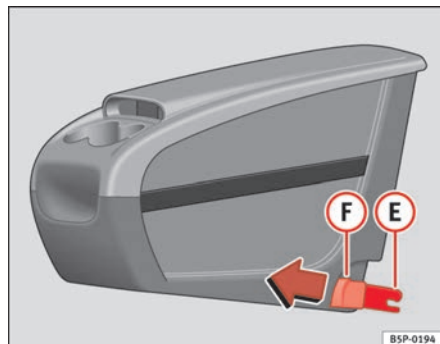
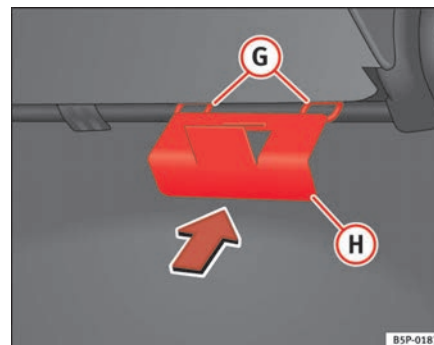

Abb. 112 Zusätzliche Ablage. Anbringen
Abb. 113 Halteplatte der zusätzlichen Ablage
- Die Halteplatte (H) ⇒ Abb. 113 der zusätzlichen Ablage vom Fahrzeuginnern aus auf der Rückseite des Sitzes befestigen. Sie muss sich zwischen der Lehne und dem Sitzkissen im Bereich des mittleren Rücksitzes befinden.
- Die beiden Befestigungselemente **E** ⇒ Seite 144, Abb. 112 zu den beiden Befestigungsringen **G** ⇒ Seite 144, Abb. 113 ausrichten und die beiden Klammern vollständig in die Befestigungsringe eindrücken.
- An den Knöpfen ⇒ Seite 144, Abb. 112 **F** der Klammern nach vorne ziehen (rote Knöpfe), bis sie hörbar ausgehängt sind.